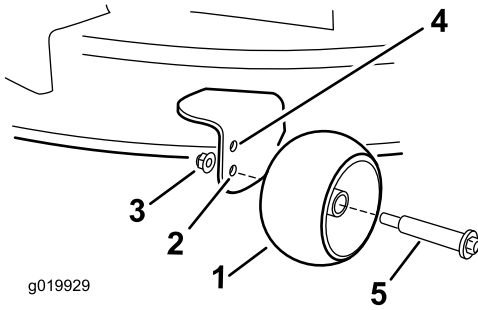

Figure 18
- Trous supérieur – utilisez cette position pour les hauteurs de coupe du tablier de coupe jusqu'à 63mm (2½ po) (Figure 18).
- Trous inférieur – utilisez cette position pour les hauteurs de coupe du tablier de coupe à partir de 76mm (3 po) (Figure 18).